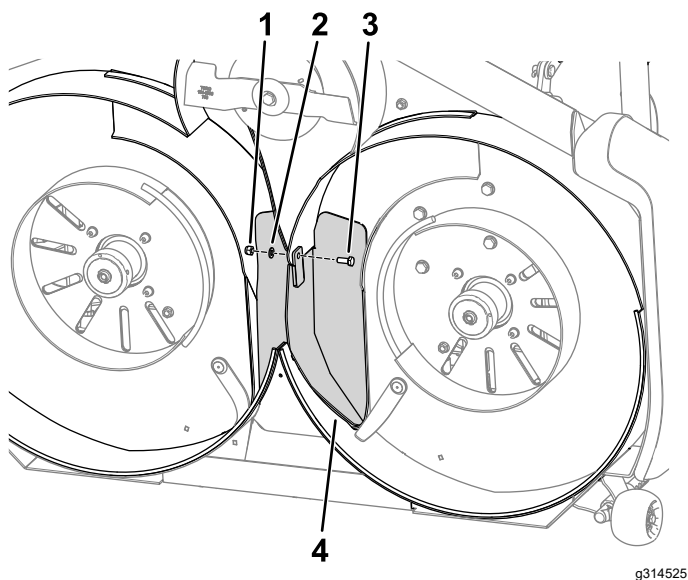

Bild 1
1. Befestigen Sie den Stopfen des Auswurfkanals mit einer Schraube, Unterlegscheibe und Mutter an der Öffnung des Auswurfkanals (Bild 1).